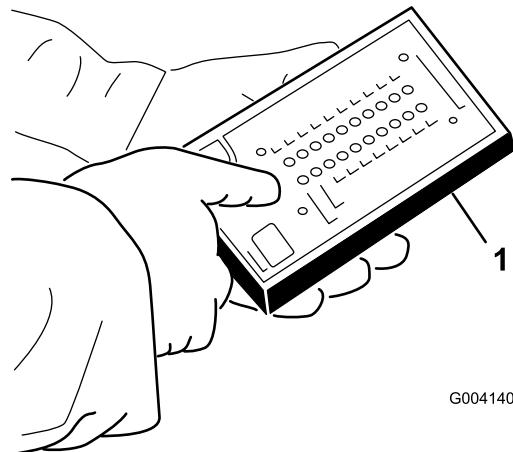

Bild 49
- Schließen Sie den Stecker der ACE-Diagnostikanzeige an den Kabelbaum an (Bild 49).